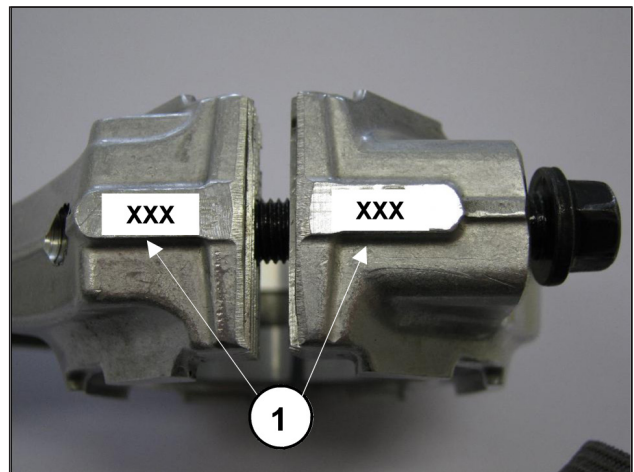

Fig. 9
- Assembler les chapeaux de la bielle aux corps relatifs en se référant à la numérotation (Fig. 9, rep. ①).